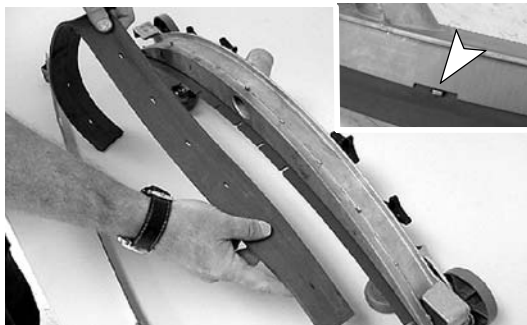

FIG. 52
3. Faites pivoter la lame arrière pour obtenir un nouveau bord nettoyant et réinstallez la bande. Assurez-vous que le bord cranté de la bande se trouve vers le bas (Figure 52)..